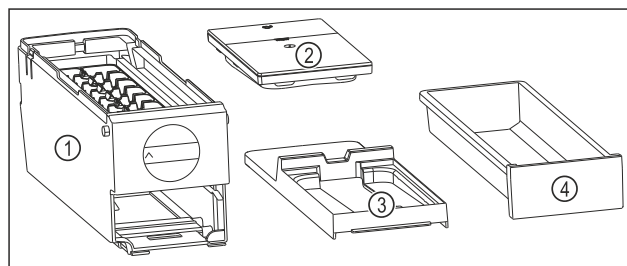

Fig. 107 Součásti EasyTwist-Ice
- ▶ EasyTwist-Ice je rozebrán na čtyři části. (viz Fig. 107)
- ▶ EasyTwist-Ice rozebírejte pouze na zobrazené součásti. (viz Fig. 107)
- ▶ Korpus EasyTwist-Ice Fig. 107 (1) vyčistěte jako celek.